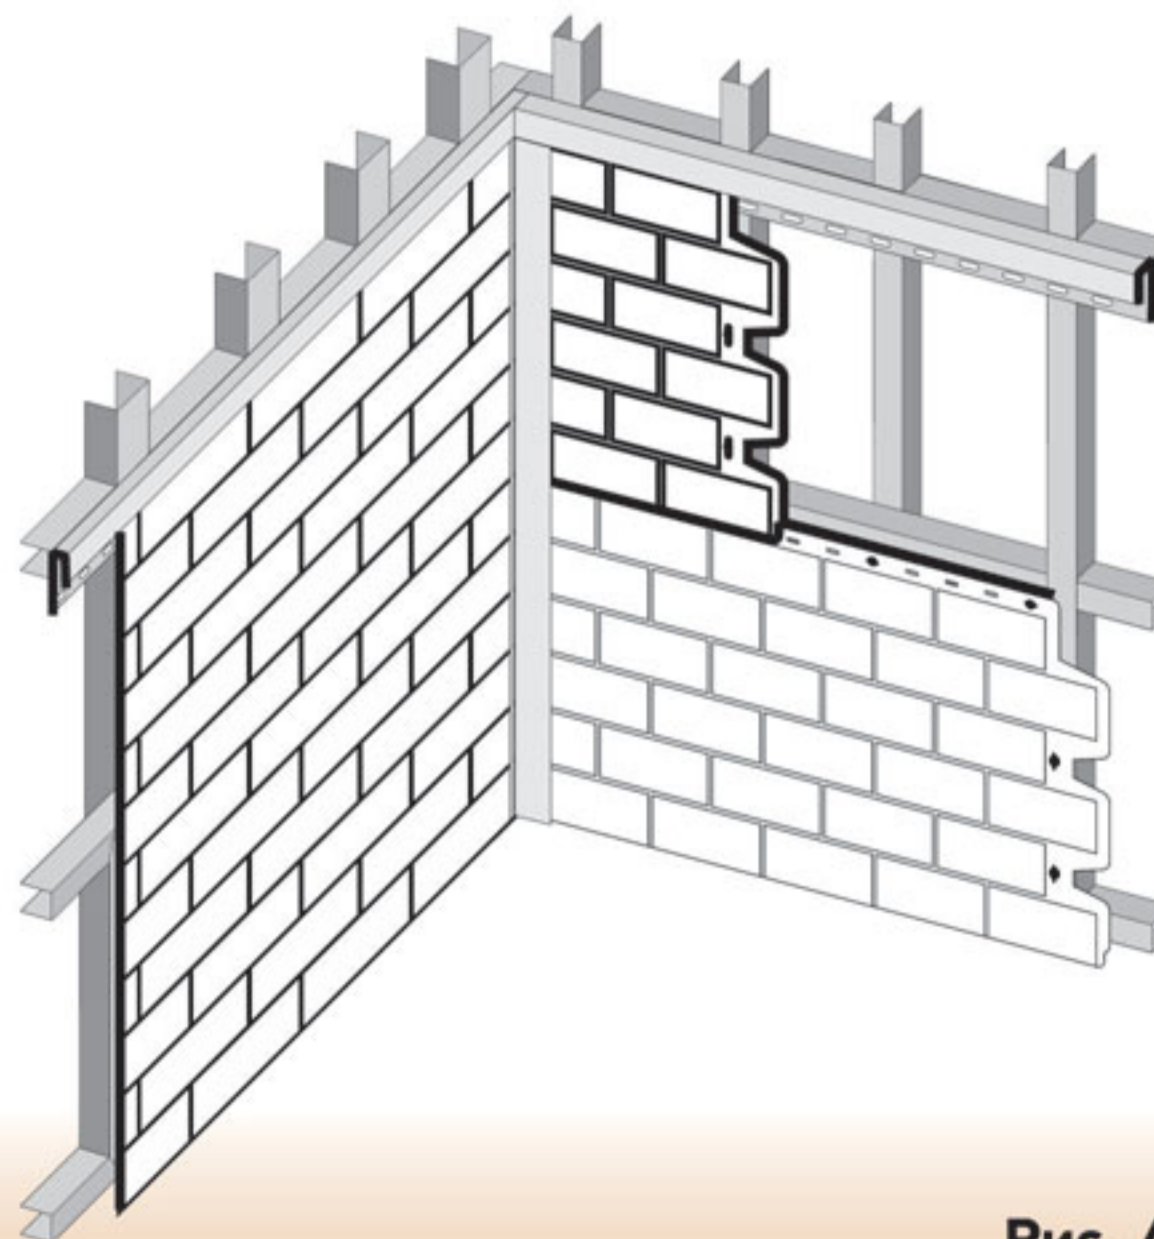

Рис. 4
- Для завершения монтажа панелей закрепите фасадный J-профиль на обрешетке в верхней точке монтажа, как показано на Рис. 4 (в случае отделки цокольным сайдингом фронтона – под свесом кровли).